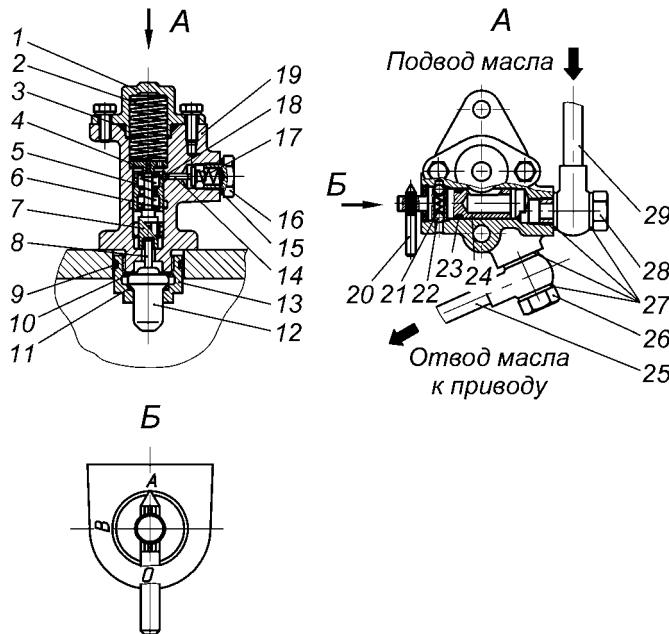

Рис. 44. Включатель:
- Включатель механического типа (рис. 44) совмещенный с термодатчиком и ручным переключателем режимов. Устанавливается на водянную трубу двигателя.
Включатель механического типа привода вентилятора (рис. 44) служит для управления фрикционным приводом. Режим его работы устанавливается с помощью ручного переключателя 20, имеющего три положения: